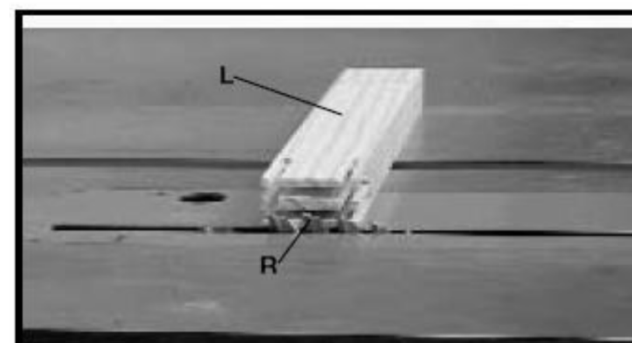

Рисунок 33
10. Положите заготовку (L) на стол станка, как показано на Рис. 33, и настройте пильный диск для вырезания конструктивных выступов шипа.